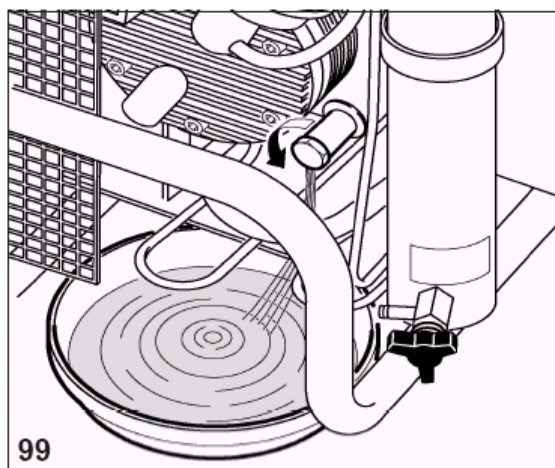

Рис.25.
1. Установить под маслосливную горловину компрессорного блока поддон емкостью не менее 1,5 л (рис. 25).